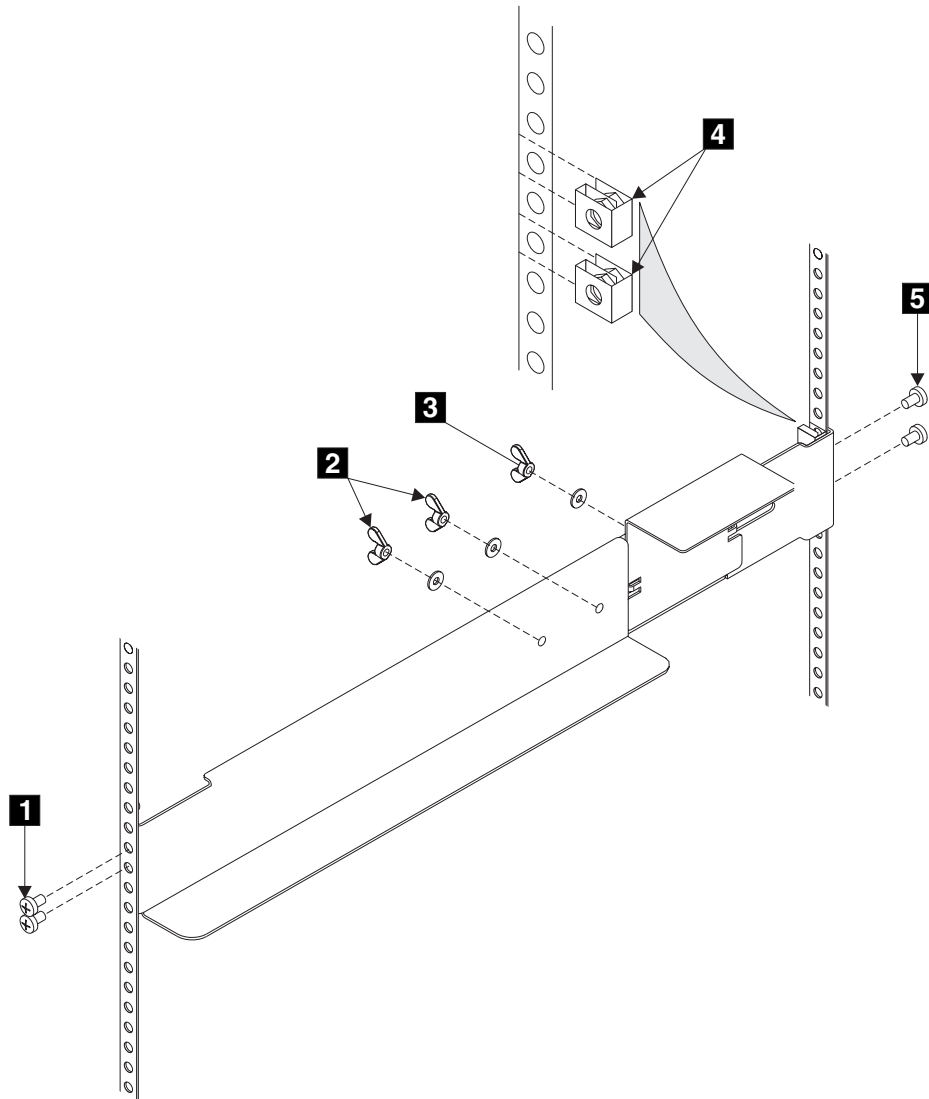

図 19. 無停電電源装置をラックに取り付けるためのサポート・レールの取り付け
3. ラックの背後側に立ち、米国電子工業会 (EIA) マークの位置を探して、無停電電源装置を取り付ける場所を確認する (22 ページの図 19 を参照)。無停電電源装置は、常に、ラックの空いている一番下の位置に取り付ける必要があります。無停電電源装置よりも下にある唯一の装置は、別の無停電電源装置です。